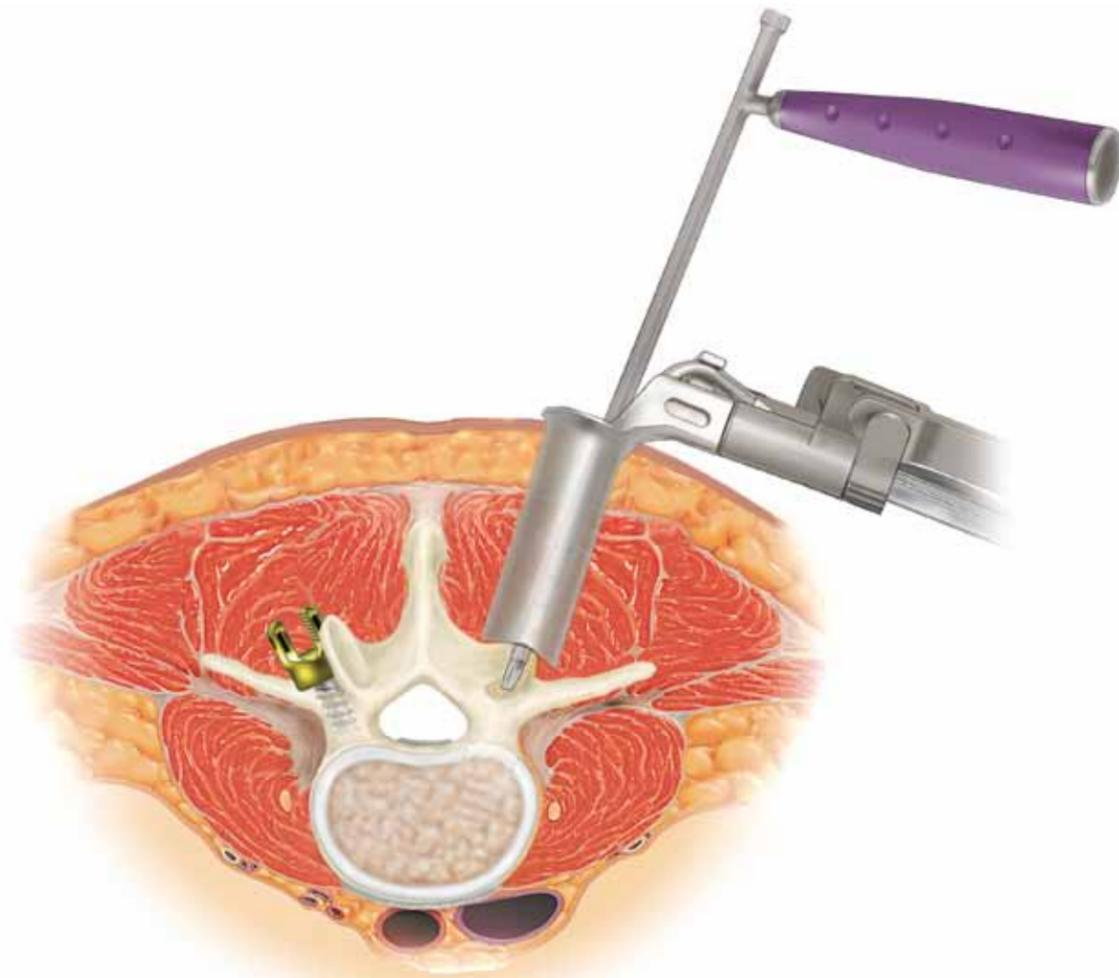

Figura 22
- » Se lleva a cabo una facetectomía unilateral. Utilice un osteotomo o un taladro para retirar las apófisis articulares superior e inferior (**Figura 22**). Además, es importante retirar los osteofitos posteriores para poder determinar la altura correcta del implante.